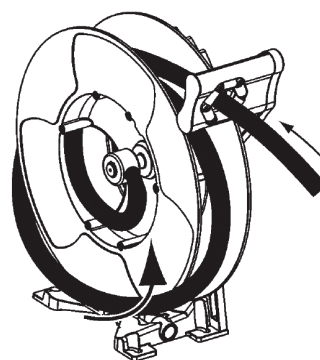

Fig.13
2. Wind the hanging hose into the reel (Fig. 13).
2. Insérer le flexible sur un tour à l'intérieur du tambour par une flasque de l'enrouleur (Fig. 13).
2. Introduzca una vuelta de la manguera, en el disco del enrollador (Fig. 13).